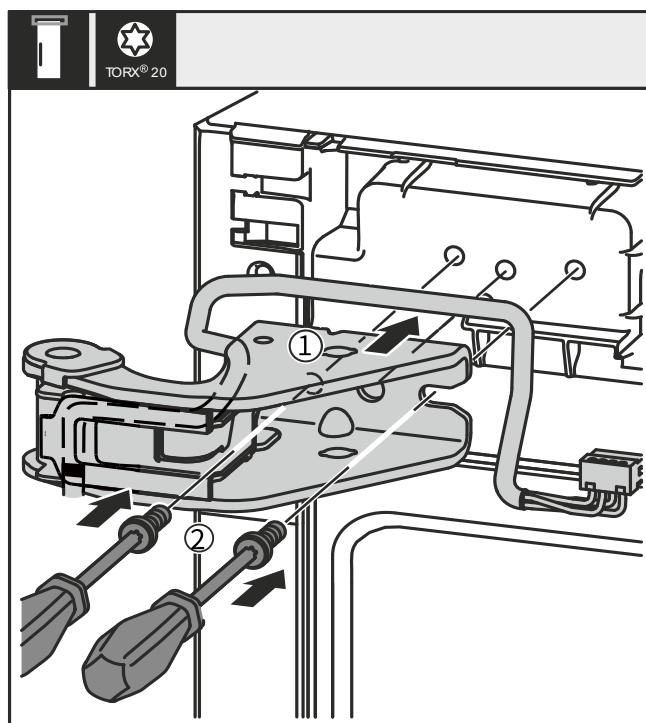

図25
- T20のトルクスドライバーで真ん中のねじ ① を先に軽く締め、続いてねじ ②・③ を仮留めします。
- ねじ ①～③ を本締めして金具を固定します。
- 図25で取り外した ② のダンパー接続部品を180度回転させ、取り付けます。
- ベ어링ピン ⑤ を上から差し込みます。このとき、ツメが後ろに向いていることを確認してください。